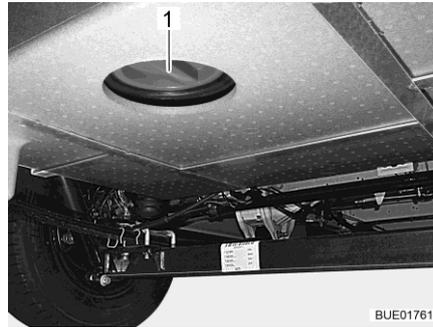

Fig. 207 Orificio de limpieza (depósito de aguas residuales)
- Abrir el orificio de limpieza (Fig. 207,1) del depósito de aguas residuales y la llave de desagüe.